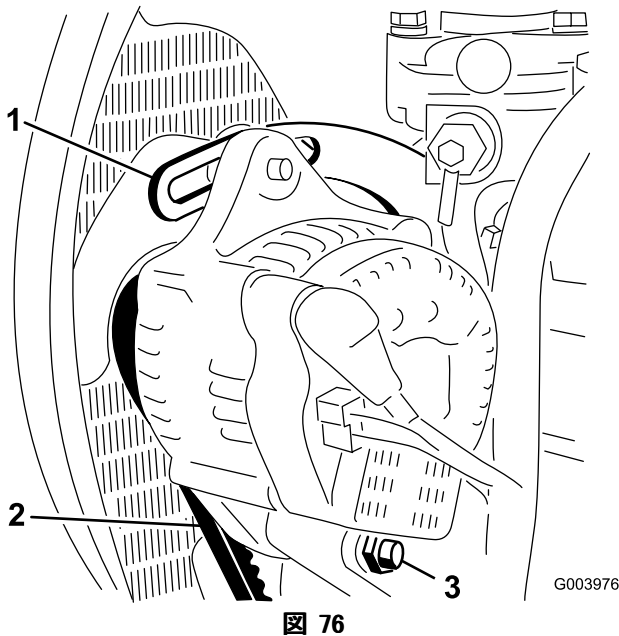

図 76
2. オルタネータ側プーリとクランクシャフト側プーリ間の中央部(図 76)でベルトを指で 10 kg 程度の力で押して点検する。
3. プレースをエンジンに固定しているボルト(図 76)と、オルタネータをブレースとピボット・ボルトに固定しているボルトをゆるめる。